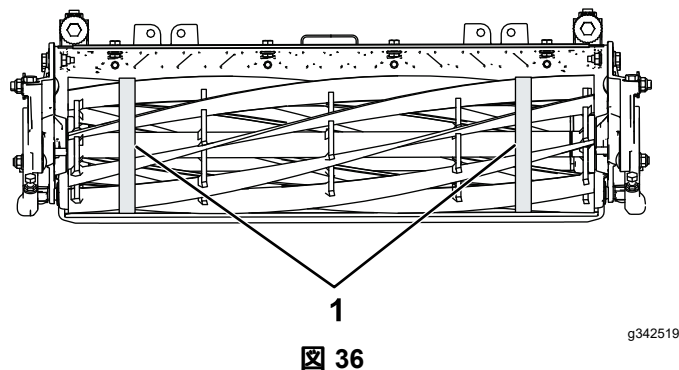

図 36
3. 直径測定テープを使って、リールの両端の外径を測定します (図 36)。両端の間の外径の差は 0.250 mm 未満である必要があります。差がこれよりも大きい場合には、研磨を行って真の円筒に戻す。